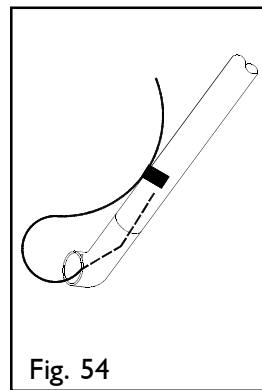
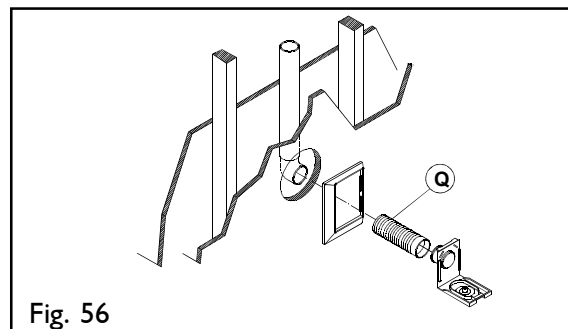

Fig. 54
Fig. 56
Gröm inte att även montera lågspänningsledning på röret. Skjut in ca 20 cm överskottsledning i anslutningsböjen och tejpa fast på utsidan av röret (fig. 54). Med anslutningsböjens släta undersida förstör man ner röret i mellanväggen mellan väggskivan och ev. isolering. Skjut ned röret så att anslutningsböjen är mitt för hålet (fig. 56).
Om det behövs ett förlängningsrör (Q) fig. 56, kapas detta till lämplig längd och sedan trycker man anslutningsböjen och dammröret med hjälp av förlängningen tätt mot den bakre väggskivan. Förlängningar kan vid behov kopplas flera efter varandra. Kom ihåg att sätta tätningsskivan på rätt ställe efter det att röret har kapats. Koppla lågspänningsledningen till anslutningarna i sugdosan.